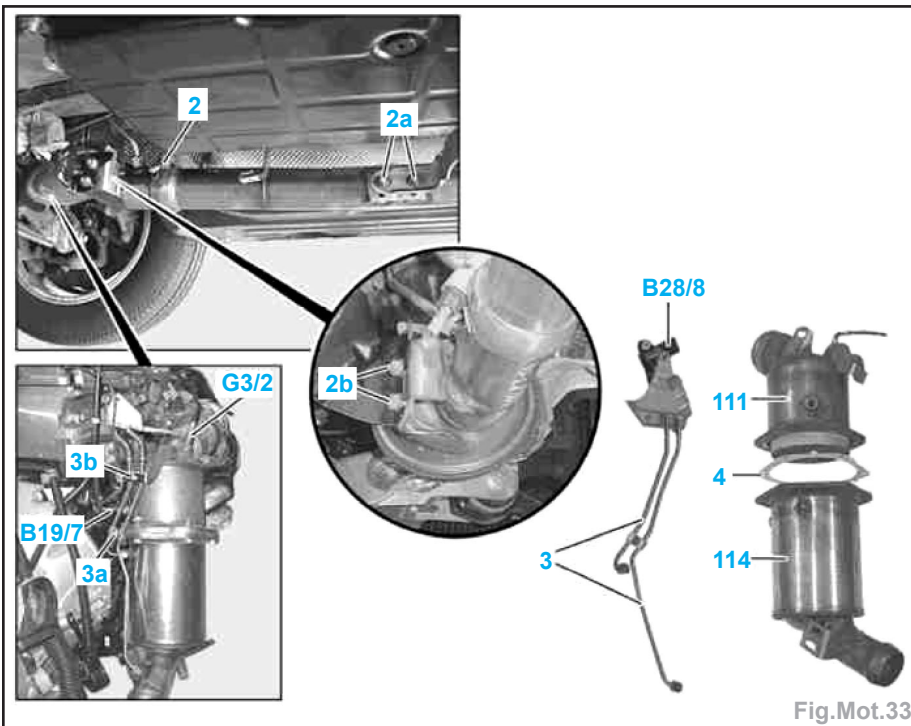
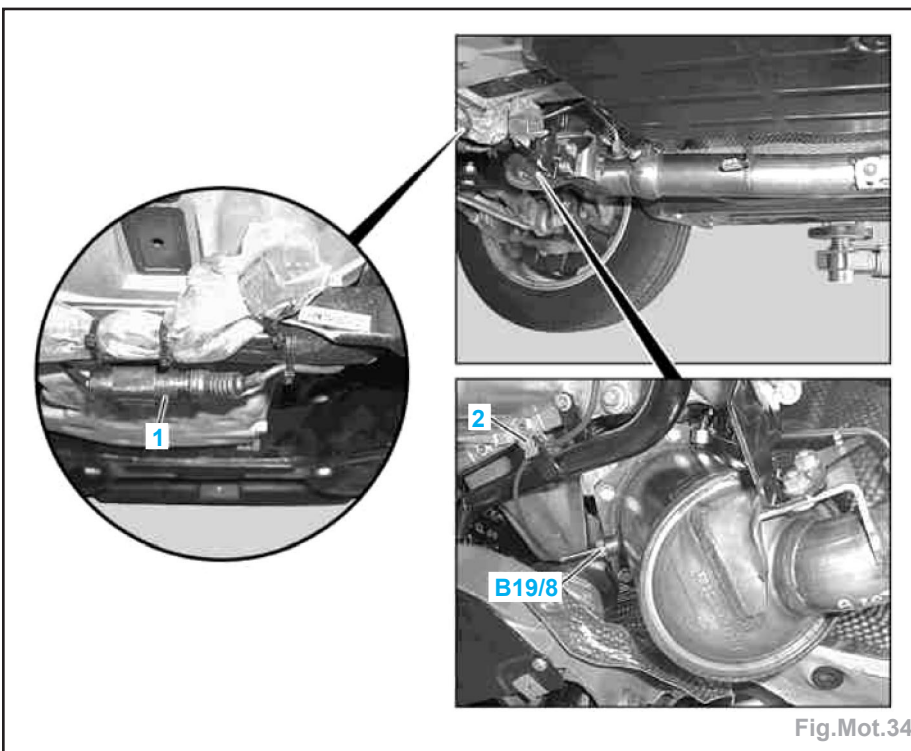

Fig.Mot.33
Fig.Mot.34
- Défaire le connecteur électrique de la sonde de température avant (B19/7) et déclipser le câble électrique hors de ses fixations (Fig.Mot.33).
- Défaire l'assemblage à bride (2) (Fig. Mot.33).
- Desserrer la vis (3a) des tôles à griffe, dévisser la vis (3b) du support et dévisser les écrous-raccords des conduites de pression (3).
- Déposer par le haut, les conduites de pression (3) avec transmetteur de pression différentielle (B28/8) et le support de la tôle écran thermique.
- Défaire le connecteur électrique de la sonde de température après catalyseur (B19/8) et déclipser le câble électrique hors des fixations (Fig.Mot.34).
- Dévisser l'écrou (1a) du catalyseur (111) sur le support.
- Attacher le catalyseur (111) et le filtre à particules pour Diesel (114) pour éviter qu'ils tombent.
- Déposer le catalyseur (111) et le filtre à particules pour Diesel (114) en tant qu'unité.
- Défaire les assemblages vissés entre le catalyseur (111) et le filtre à particules pour Diesel (114).
- Séparer le catalyseur (111) du filtre à particules pour Diesel (114).